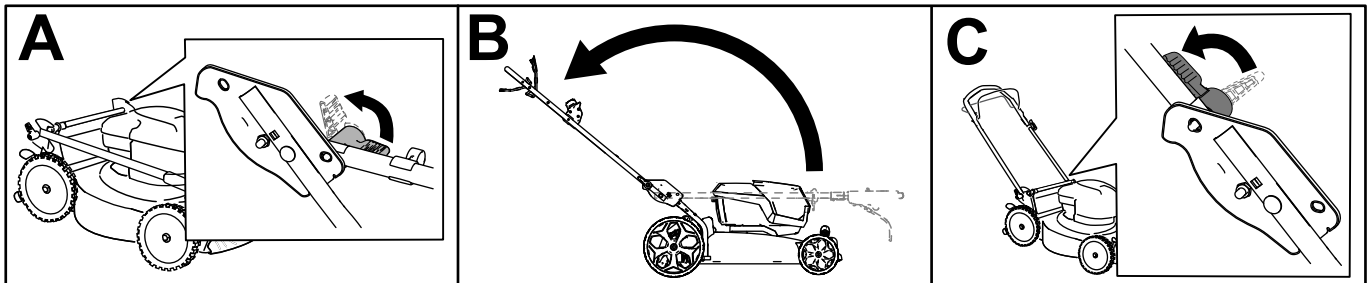

Figura 5
1. Sbloccate i blocchi della stegola (A della Figura 5).
2. Spostate indietro la stegola in posizione operativa (B della Figura 5).
4. Impostate il fermo della stegola fino a quando il perno non scatta in posizione per bloccare la stegola nella posizione operativa (C della Figura 5).